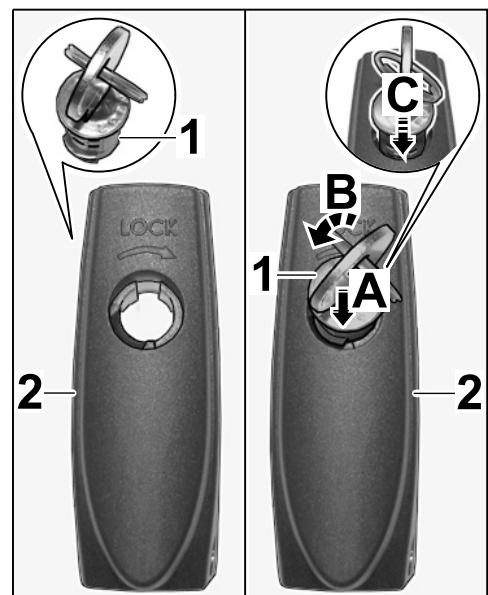

Figura 6
1.3 El montaje del bombín en la palanca tensora (\Rightarrow Figura 6) se lleva a cabo de forma similar al punto 1.2.